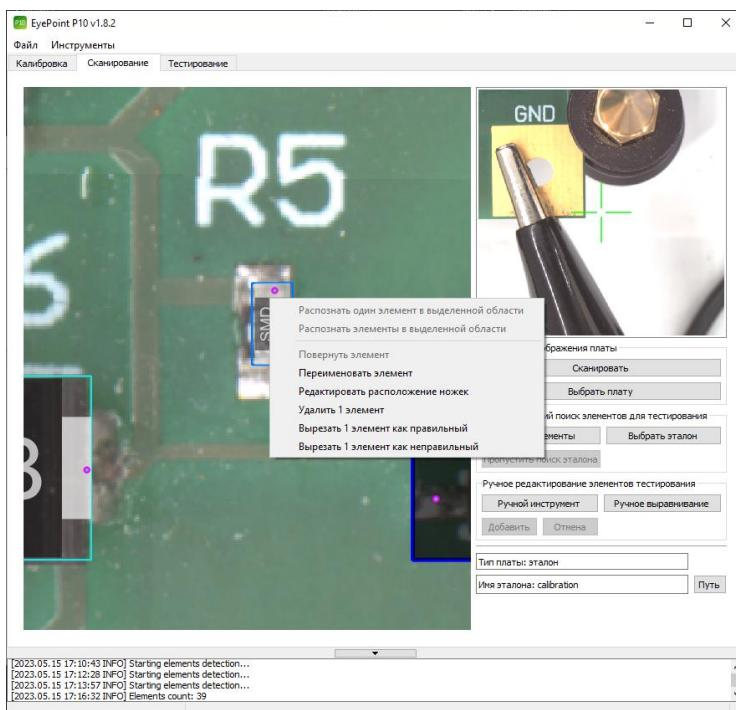

Рисунок 22. Меню редактирования элемента ПО EyePoint P10v.
2. Нажать на него правой кнопкой мыши для вызова контекстного меню и выбрать один из пунктов в зависимости от задачи (Рисунок 22).